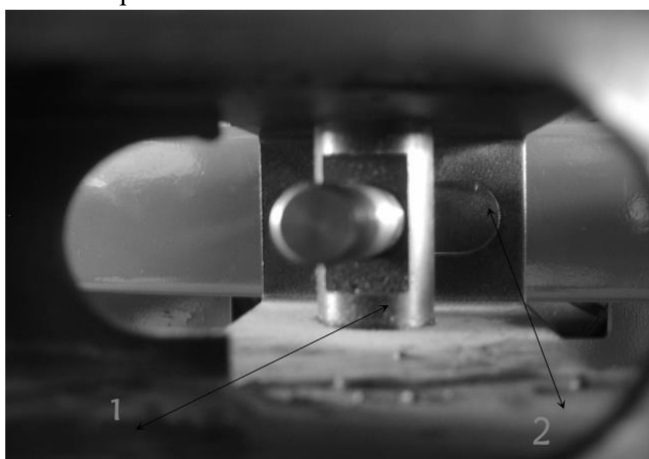

Рис. 10.7
10.7 Вставьте шток поршня в отверстие скользящей втулки отбойника бортов (рис. 10.7). Плоскость скользящей втулки должна быть обращена наружу. Вверните отсоединенные винты в передний конец штока поршня.